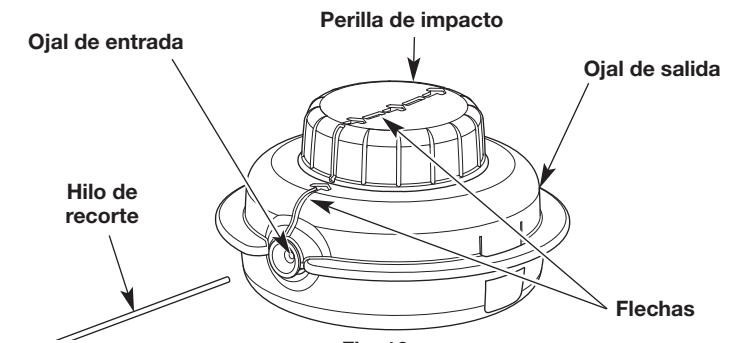

Fig. 16
3. Gire la perilla de impacto en sentido contrario a las agujas del reloj para alinear las flechas (Fig. 16).
4. Inserte el nuevo hilo de recorte en el ojal de entrada (Fig. 16). Oprima el hilo a través del cabezal de corte hasta que sobresalgan unas pulgadas por el ojal de salida. Tire del hilo hasta que los extremos tengan la misma longitud.